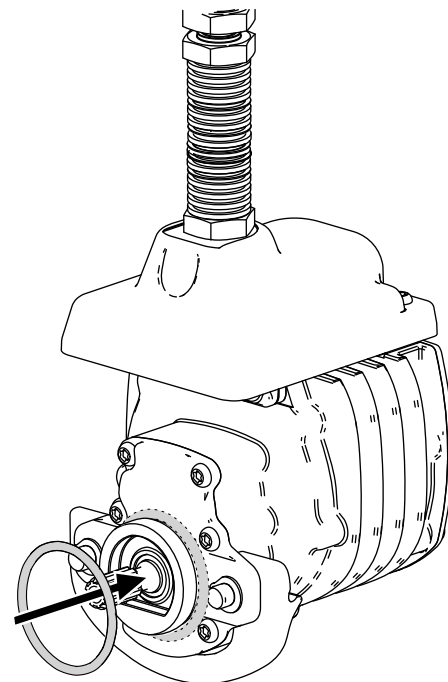

Figura 14
3. Instale una junta tórica en cada motor de molinete, como se muestra en la Figura 14.